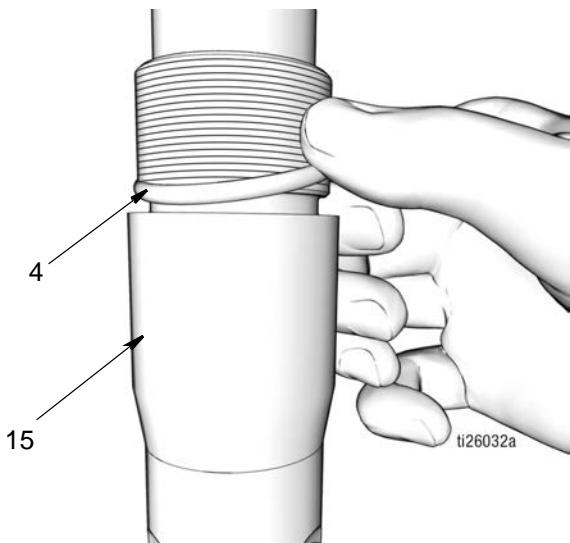

图 42
- a. 使用干净的布向下擦拭出口止回阀 (15)，除去任何脏污或污染物。检查表面有无擦伤或损坏。更换损坏的零配件。
- b. 在 O 形圈 (4) 上抹上薄薄一层滑脂。将 O 形圈安装在止回阀 (15) (图 42) 上。